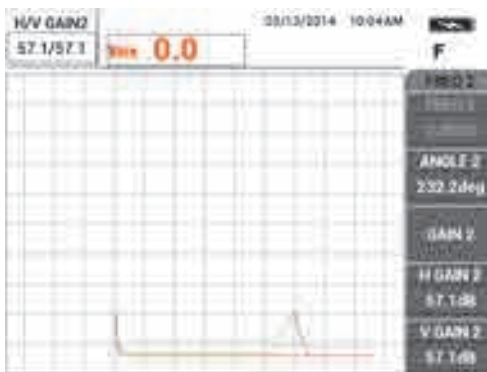

Рис. 5-119 Настройка амплитуды сигнала частоты 2
9. Нажмите клавишу GAIN (**dB**) еще три раза и уменьшите амплитуду сигнала частоты 2 так, чтобы она была на 6 делений влево от нулевой точки (см. Рис. 5-119 на стр. 217).